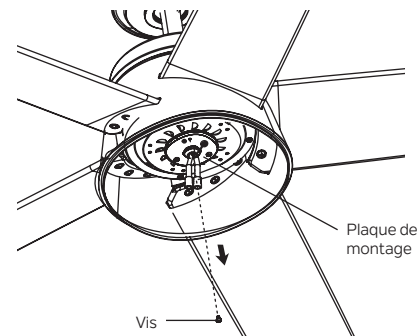

Fig. 19
Étape 1. Retirez la vis marquée d'une étiquette à points qui est préinstallée sur la plaque de montage et conservez-la pour une utilisation ultérieure. Desserrez les deux autres (ne les retirez pas). (Fig.19)